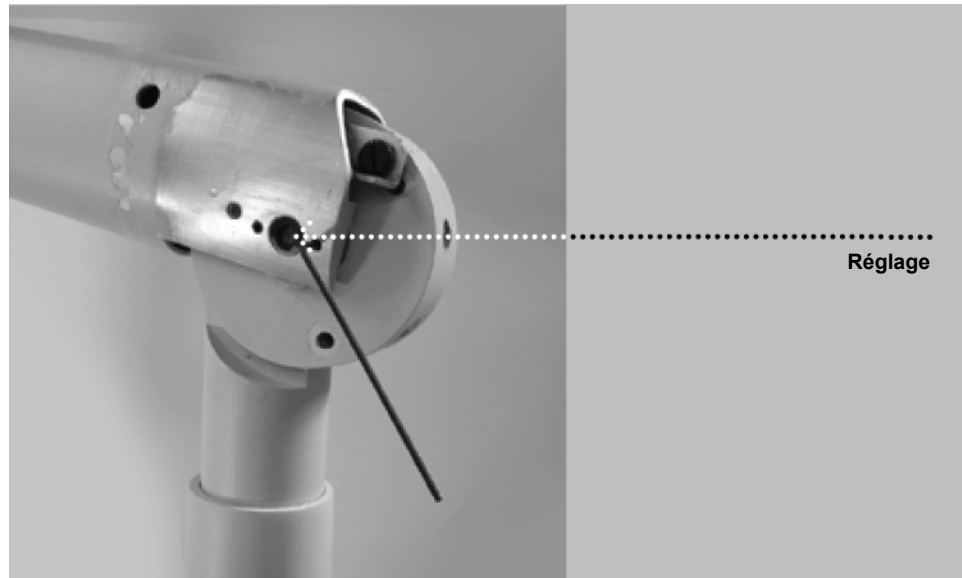

Figure 104
2. À l'aide d'une clé Allen de 2 mm, comme illustré à la *Figure 104*, serrez les deux vis de la même façon au niveau de chaque point d'ajustement jusqu'à obtenir le mouvement souhaité du bras articulé. Ne desserrez pas les points de réglage jusqu'à permettre au bras articulé de bouger.